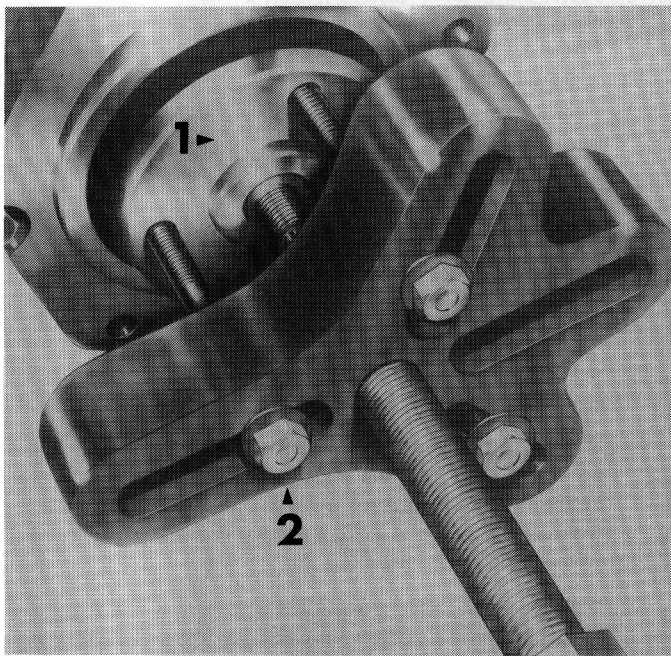

FIGURE 84 : Dépose de l'adaptateur du pignon d'entraînement — 1 = Adaptateur du pignon, 2 = Extracteur de l'adaptateur N° 518.
10. Déposer l'adaptateur à l'aide de l'extracteur N° 518. Extraire de l'arbre à cames la clavette Woodruff (Figure 84).